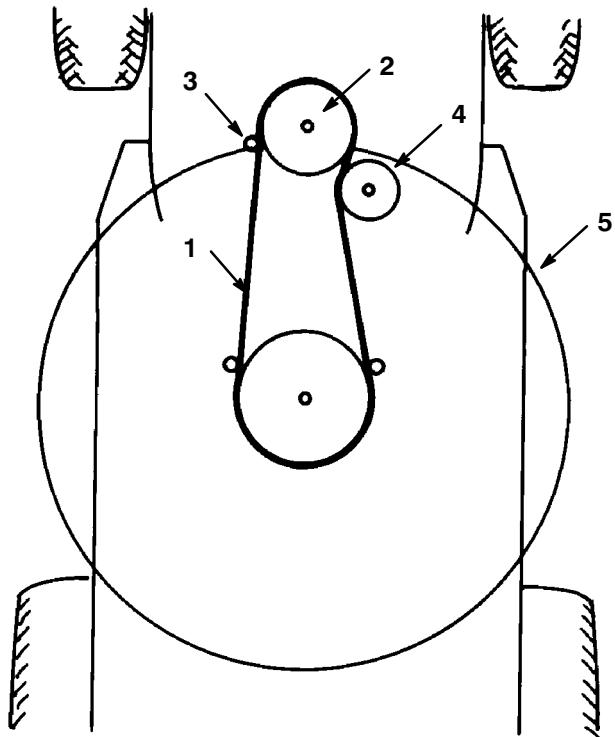

Figure 38
10. Déposez la courroie d' entraînement des lames de la poulie motrice inférieure (Fig. 38). En procédant prudemment, il est possible d'écartier les guide-courroie de la poulie juste assez pour enlever la courroie. Si cela s'avère trop difficile, desserrez les boulons et les écrous de fixation des guide-courroie.
- Passer la courroie d'entraînement des lames sur la poulie motrice inférieure (Fig. 38). En procédant prudemment, il est possible d'écartier les guide-courroie de la poulie juste assez pour passer la courroie. Si cela s'avère trop difficile, desserrez les boulons et écrous de fixation des guide-courroie.